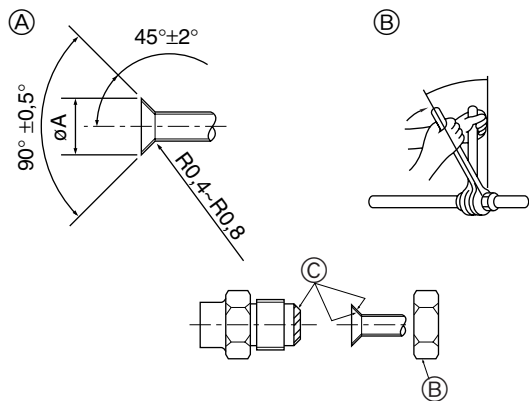

Fig. 3-2
3.2. Tubos de ligação (Fig. 3-2)
① Dimensões do corte de afunilamento